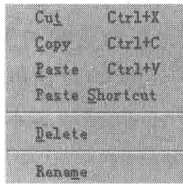

图 1.11 Edit 菜单
(2) Edit 菜单: 如图 1.11 所示。主要命令包括对文件的剪切、复制、粘贴、删除和重命名等操作。